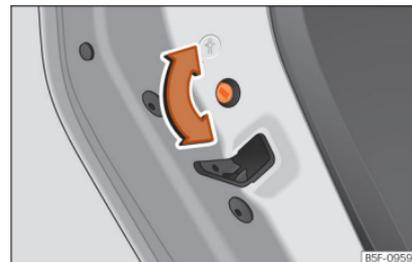

Fig. 93 Tranca para crianças da porta da esquerda.
- Com a porta aberta, rode a ranhura com a chave do veículo no sentido horário para as portas esquerdas »» Fig. 93 e no sentido anti-horário para as portas direitas.
- Com a porta aberta, rode a ranhura com a chave do veículo no sentido anti-horário para as portas esquerdas »» Fig. 93 e no sentido horário para as portas direitas.